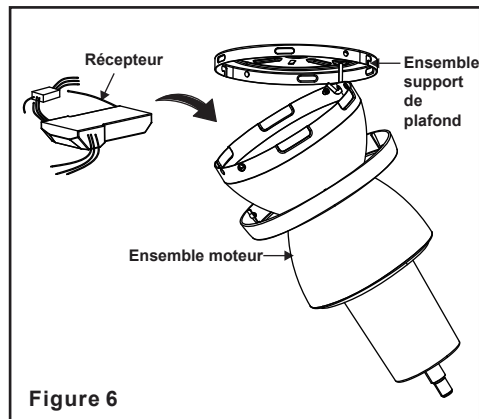

Figure 6
1. (Figure 6) Insérez le récepteur dans le support de montage, côté plat du récepteur orienté vers le plafond.